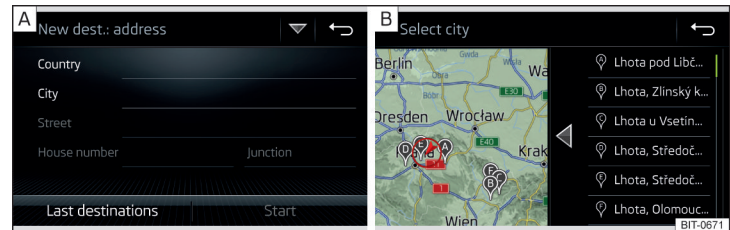

Abb. 225 Ziel über die Adresse eingeben: Hauptmenü / Liste der aufgesuchten Orte
- » Wird das Menü zur Zieleingabe über die Adresse » Abb. 225 - **A** nicht angezeigt, dann die Funktionsfläche ▼ → **Adresse** antippen.
» Abb. 225 - [\[B\]](#).